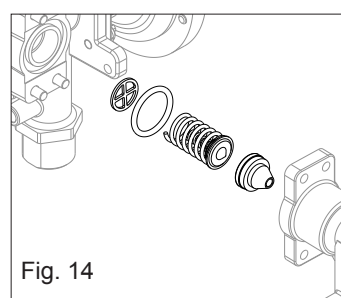

Fig. 14
- Extrair a mola grande e o conjunto válvula de modulação/mola pequena (fig. 14)
- Montar a válvula e a mola grande prestando atenção ao sentido de introdução e certificar-se de que o disco perfurado que guia a mola está na posição correta (fig. 14)